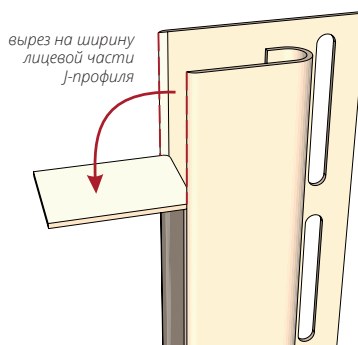

Рисунок 46
- 14.3** Для соединения двух профилей 7/8 под углом 90° – вариант №2. Сделайте подрез J-профиля который должен монтироваться верхним согласно (Рис. 46).